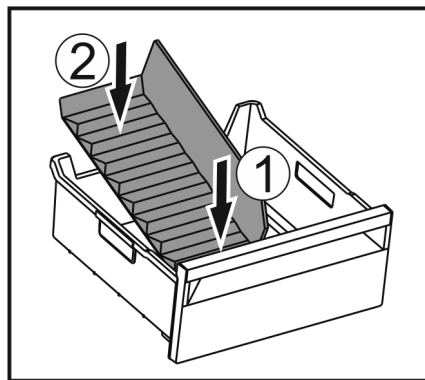

Fig. 127
- Установите переднюю часть разделителя отделения для льда. Fig. 127 (1)
- Опустите заднюю часть разделителя отделения для льда на дно выдвижного ящика. Fig. 127 (2)